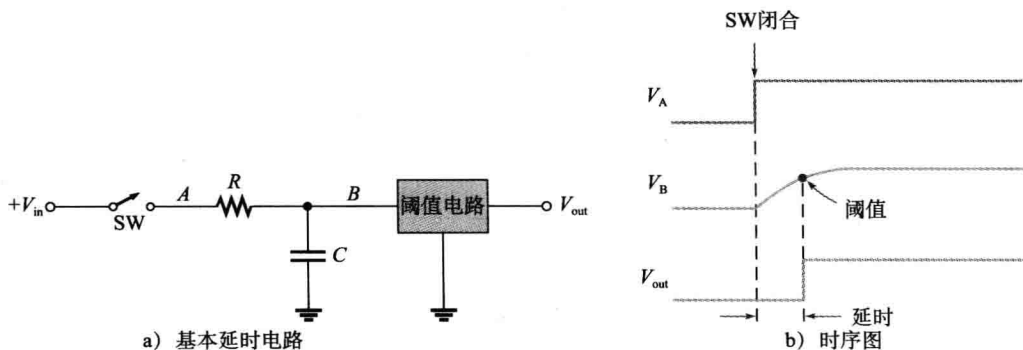

图 15-49 RC 积分器的基本延时应用
相关问题: 对于 $V_{in}=24V$ 、 $R=10k\Omega$ 、 $C=1500pF$, 求图 15-49 中电路的延时。
- 试问在图 15-49 所示的电路中怎么才能增大延时?